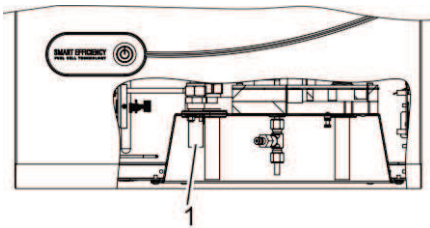

Abb. 15: Kondenswasserschlauch anschließen
3. Abdeckkappe vom Anschlussstutzen des Kondensatüberlaufs (Abb. 15/1) entfernen. Abdeckkappe zur Rücksendung des Geräts aufbewahren.